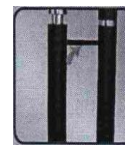

Рис. 17
- Вложите черную короткую трубку в винты между двумя трубами-держателями, отрегулируйте её так, чтобы она находилась строго вертикально и затените винты (рис. 17). Затем подключите силовые кабели питания лампы и проектора знаков к соответствующим разъемам в плате (см. электрическую схему).